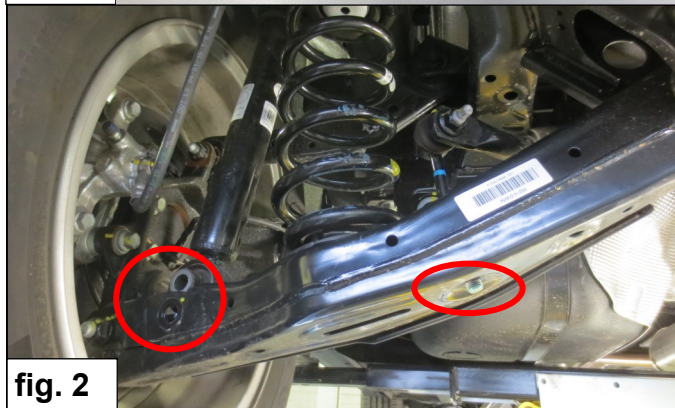

fig. 2
1. Demonteer de onderste schokdemper bout en de onderste moer van de stabilisatorstang. *Zie fig. 2.*
1. Remove the lower shock absorber bolt and the lower nut of the stabilizer. *See fig. 2.*
1. Entfernen Sie die untere Stoßdämpferschraube und untere Mutter vom Stabilisator. *Siehe Fig. 2.*
1. Retirez le boulon de choc inférieur et l'écrou inférieur du stabilisateur. Voir fig. 2.
1. Ta bort den nedre stötbulten och nedre muttern från stabilisatorn. Se fig. 2.
1. Quitar el tornillo inferior del amortiguador y la tuerca inferior del estabilizador. Véase fig. 2.